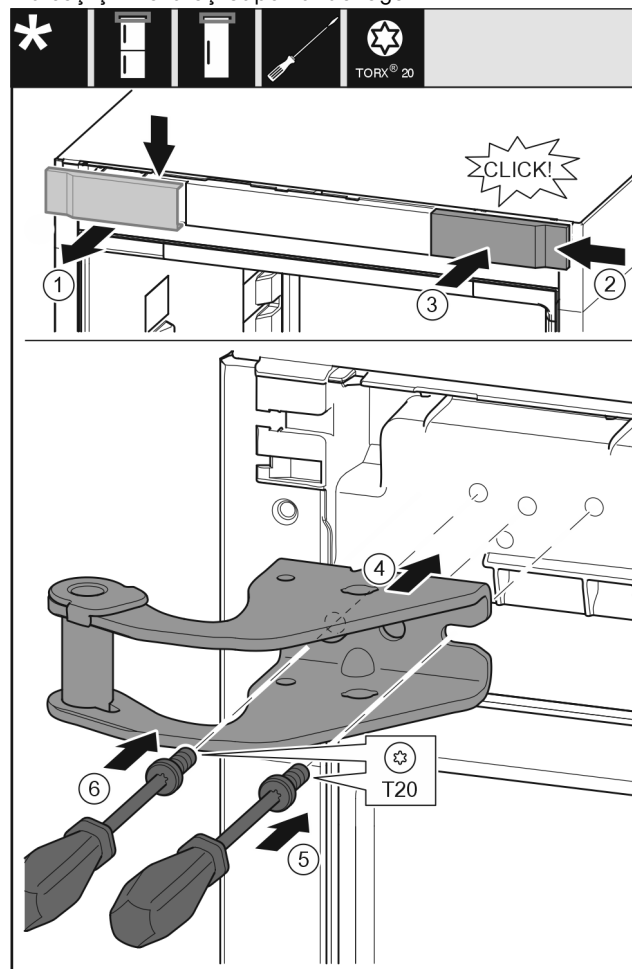

Fig. 11
- ▶ Detașați apărătoarea de sus spre înainte. Fig. 11 (1)
- ▶ Acroșați pe cealaltă parte din dreapta capacul rotit cu 180°. Fig. 11 (2)
- ▶ Fixați în poziție apărătoarea. Fig. 11 (3)
- ▶ Așezați suportul de lagăr superior. Fig. 11 (4)
- ▶ Așezați și înșurubați ferm șurubul cu șurubelnița T20. Fig. 11 (5)
- ▶ Introduceți și înșurubați ferm șurubul cu șurubelnița T20. Fig. 11 (6)